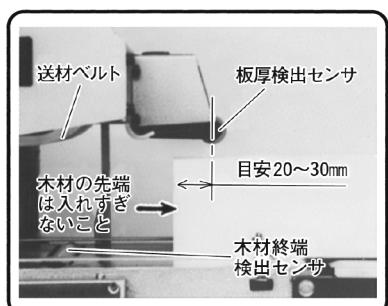

図 14
② 反転位置調整 ボリウム	左にまわすと木材は早く、右にまわすと遅く反転します。 反転位置は手持ちの \ominus ドライバーで調整します。 (19ページ「(5)自動反転機構の確認」の項参照)
③ 手動スイッチ	$\square \triangleleft$ [手動] を押し、木材の板厚検出(18ページ「(4)板厚検出機構の確認」の項参照)が終ると送材ベルト(図14参照)が回転し、一方向(送り込み側から送り出し側)への切削ができます。このときは、刃先の向きを反転(20ページ「1.斜行角度の選定」の項参照)して使用します。
④ 手動ランプ	③手動スイッチ $\square \triangleleft$ [手動] を押すと点灯します。
⑤ 1回スイッチ	$\square \triangleleft$ [1回] を押し、木材の板厚検出が終ると送材ベルトが回転し、1回往復の切削(帰り)ができます。
⑥ 1回ランプ	⑤ 1回スイッチ $\square \triangleleft$ [1回] を押すと点灯します。
⑦ 2回スイッチ	$\square \triangleleft$ [2回] を押し、木材の板厚検出が終ると送材ベルトが回転し、2回往復の切削(帰り)ができます。
⑧ 2回ランプ	⑦ 2回スイッチ $\square \triangleleft$ [2回] を押すと点灯します。
⑨ 連続スイッチ	$\square \triangleleft$ [連続] を押し、木材の板厚検出が終ると送材ベルトが回転し、連続した往復切削(帰り)ができます。 切削を終了するときは⑤ 1回スイッチ $\square \triangleleft$ [1回] を押します。 木材が送り込み側へ出てきます。
⑩ 連続ランプ	⑨ 連続スイッチ $\square \triangleleft$ [連続] を押すと点灯します。
木材の先端を図14のように板厚検出センサより20～30mm（目安）入れ、操作パネルの下を押すか、またはフットスイッチの下を踏み、ヘッドを下降させます。
- ① 操作パネルの [1回] スイッチを押し、1回の往復切削に設定します。
- ② 木材を板厚検出センサの下にセットします。（図14参照）
- ③ 木材の板厚検出をします。（図14参照）
- ④ 木材の検出が終ると、送材ベルトは自動的に回転します。
- ⑤ 木材を押し、送材させます。
- ⑥ 木材が自動反転して切削され戻ります。